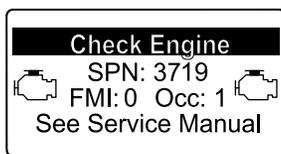

Figura 79
- Avvertenza motore SPN 3719, FMI 0 (Figura 79)